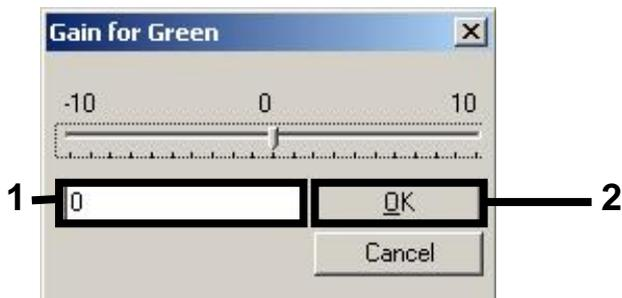

Figura 6. Introducción manual de los valores de ganancia más bajos.
7. Seleccione el valor de ganancia más bajo para el Cycling Green anotado en el paso 4; a continuación, introduzca manualmente este valor en la ventana **Gain for Green** (Ganancia para canal verde) (figura 6). Seleccione el valor de ganancia más bajo para el Cycling Yellow anotado en el paso 4; a continuación, introduzca manualmente este valor en la ventana **Gain for Yellow** (Ganancia para canal amarillo) (figura 6).